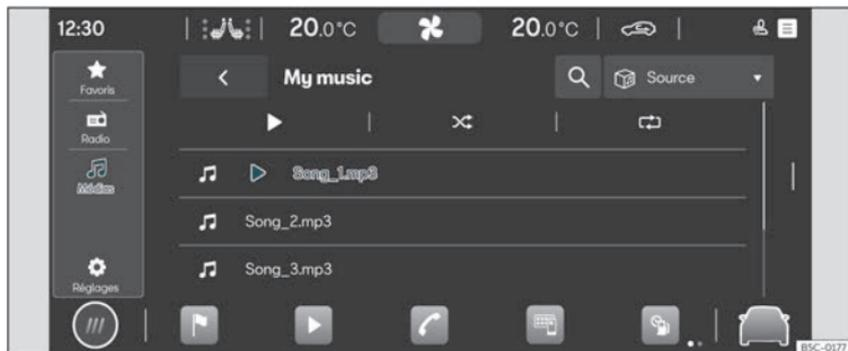

Fig. 132 Représentation schématique : Vue Multimédia
- Appuyez sur **HOME** > ► > 🎵 fig. 132 .